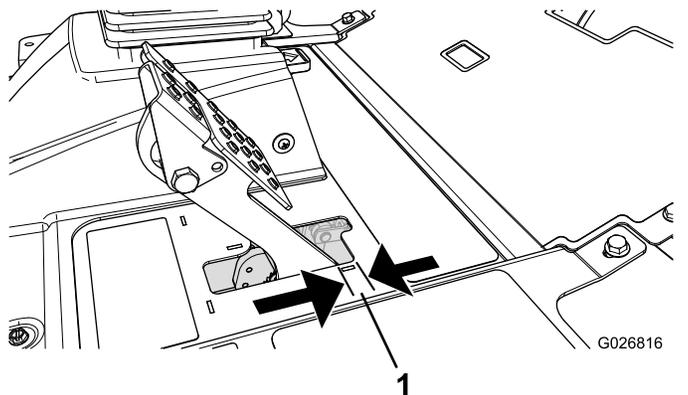

Figura 94
Regolate i freni se il pedale ha un "gioco" superiore a 2,5 cm o quando è necessaria maggiore forza di tenuta (Figura 94). Per gioco s'intende la distanza che il pedale percorre prima che si avverta la resistenza della frenata.
2. Serrate il dado posteriore per spostare indietro il cavo, finché i pedali del freno non hanno un gioco compreso tra 0,63 e 1,27 cm, prima che la ruota si blocchi (Figura 94).